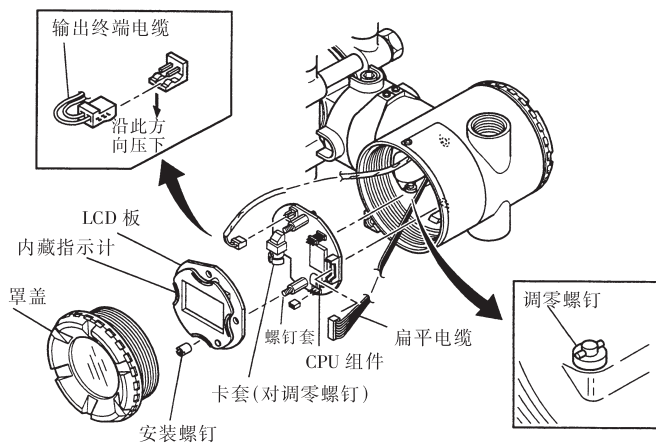

图 9.4.1 LCD 板与 CPU 组件的拆卸与安装
本节讲解内藏指示计替换方法，(见图 9.4.1) 替换时请采取静电措施
本节介绍 CPU 组件替换步骤(见图 9.4.1)替换时请采取防静电措施。
- ①旋出罩盖。
- ②调节调零螺钉，直至螺钉头的槽孔位于水平位置，如图 9.4.1 所示。
- ③拨出输出终端电缆(尾端接棕色端子)。操作时，轻轻按住 CPU 组件上的插座，拨出电缆，使其脱离。
- ④用套筒螺丝刀(对边长 5.5mm)松开两颗螺钉套。
- ⑤沿直线取出 CPU 组件。
- ⑥拨下连接 CPU 组件与膜盒的扁平电缆，(尾端接黑色端子)。